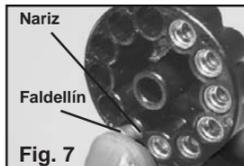

Fig. 7
- Coloque un diábolo de calibre .177, empezando por la nariz, en cada recámara de diábolos del cargador, cuidando que los dientes de índice estén viendo al otro lado de usted (Fig. 7). Para evitar atascos o la deformación de los diábolos, cuide que el faldellín de todos los diábolos estén nivelados con el borde de la recámara de diábolos o ligeramente por debajo.